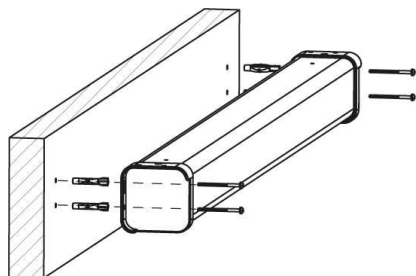

Рис. 1
- жесткое крепление на стене: прикрутите экран шурупами за крепежные отверстия, как показано на рис.1